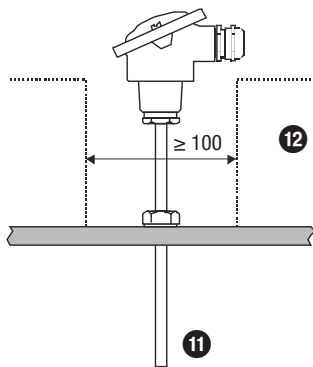
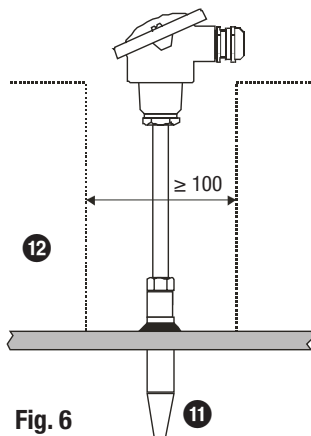

Fig. 5
Fig. 6
- Die Temperaturfühler dürfen nicht vollständig einisoliert werden. Siehe Beispiele für Einbau in Behälter **Fig. 5 und Fig. 6**